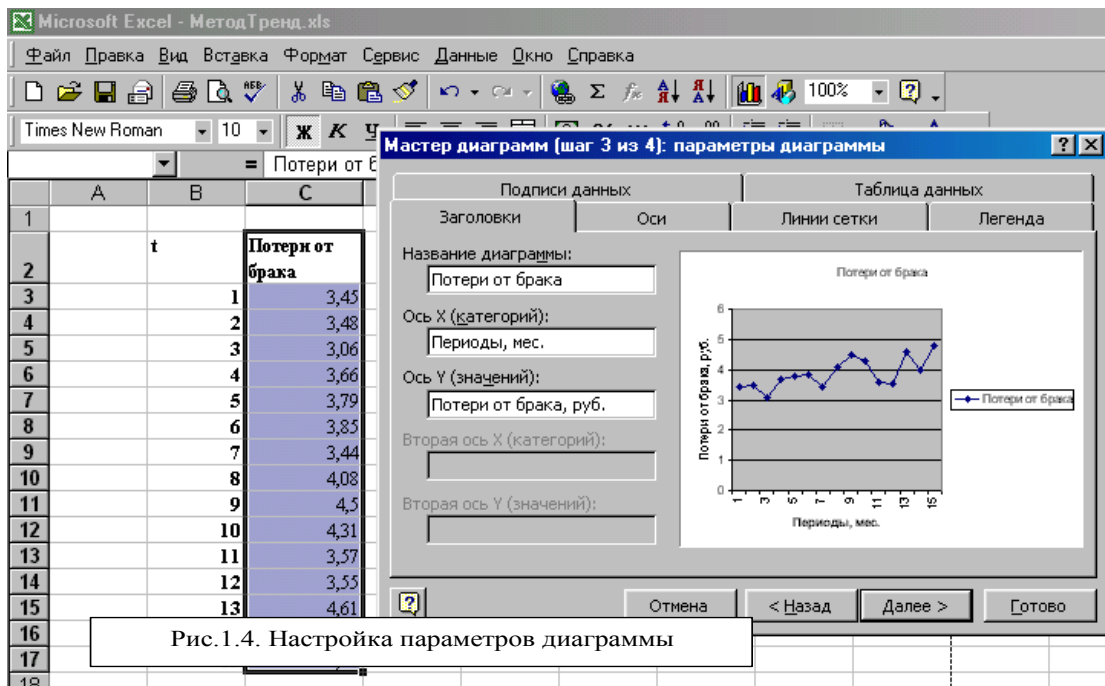

Рис.1.4. Настройка параметров диаграммы
1.4. Настройка диаграммы является наиболее сложным этапом работы Мастера диаграмм. В появившемся диалогом окне предлагается большое количество самых различных параметров диаграммы (Рис.1.4.). Если параметры не изменяются, то используются установленные по умолчанию.